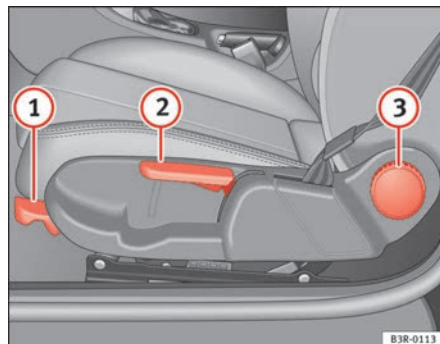

Fig. 104 Mandos en el asiento del conductor
- Levante la palanca ① ⇒ fig. 104 y desplace el asiento hasta la posición deseada.
- Suelte la palanca ① y siga desplazando el asiento hasta que encaje el bloqueo.
- Tire de la palanca ② ⇒ fig. 104 hacia arriba varias veces hasta alcanzar la posición deseada.
- Con la mano, gire la rueda ④ ⇒ página 136, fig. 104 para ajustar la inclinación del respaldo.